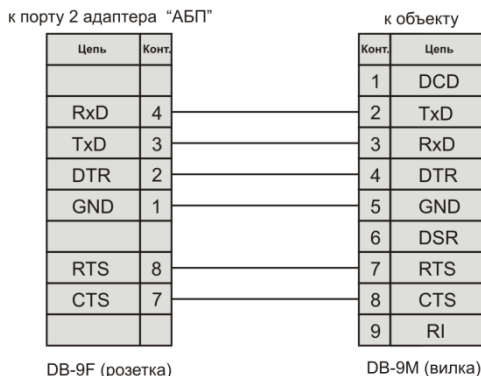

Рисунок 3 – Схема электрическая кабеля RS-232 для соединения адаптера с контролируемым объектом
6.1.3 Соедините интерфейсным кабелем КСДП.685693.008 из комплекта поставки разъем «АБП» на корпусе адаптера с разъемом «RS-232» контролируемого ПРП (рисунок 3).